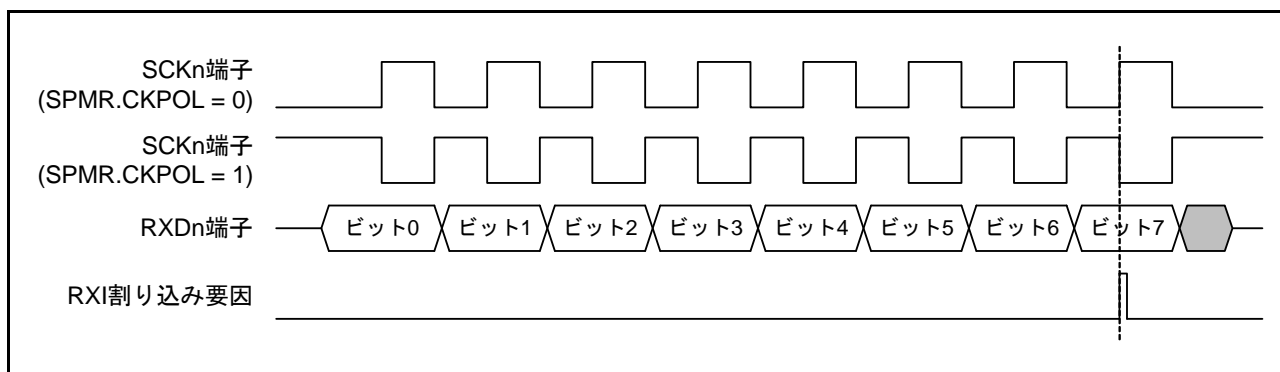

図 27.85 簡易 SPI モード (クロック遅れあり) RXI 割り込み発生タイミング
- クロック遅れあり設定 (SPMR.CKPH ビット=1) の場合、図 27.85 に示すように SCKn 端子の最終クロックエッジ手前のクロックエッジで受信データフル割り込み (RXI) が発生します。このとき、SCR レジスタの TE、RE ビットを SCKn 端子の最終クロックエッジより前に“0”に設定すると SCKn 端子出力がハイインピーダンスとなり、最終送受信クロックのクロックパルス幅が短くなります。また、RXI 割り込み後、SCKn 端子の最終クロックエッジより前に接続先スレーブに対する SSn# 端子入力信号を High にするとスレーブが誤動作する可能性があります。